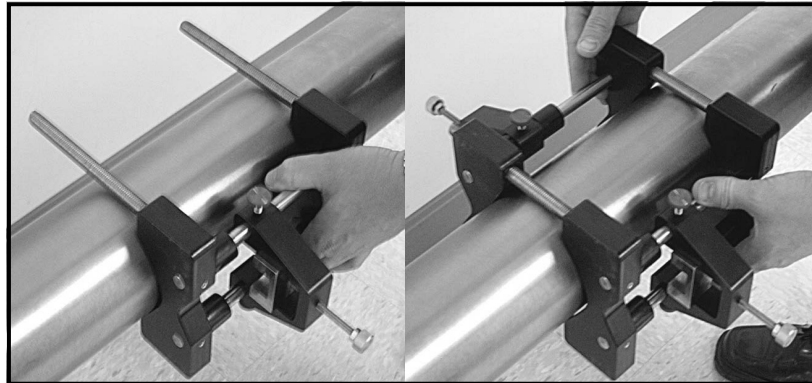

Figura 22: Montando as Duas Metades do Fixador
1. Posicione a metade do fixador de aperto com as hastes rosqueadas ao redor do tubo, conforme mostrado em *Figura 22* abaixo. Oriente o fixador na posição 3 horas em um tubo horizontal.
2. Posicione a metade correspondente do fixador sobre as hastes rosqueadas na posição 9 horas. *Figura 22* abaixo mostra as duas metades montadas.